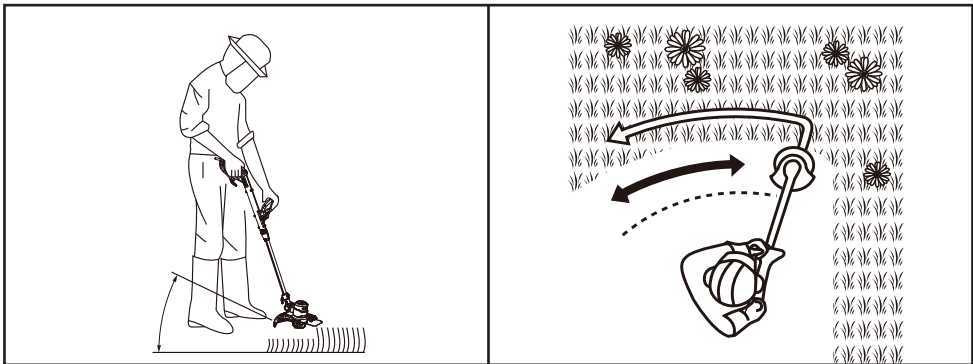

Fig. 8
- Asegúrese de que su postura es estable y sujete la máquina firmemente con ambas manos por la empuñadura superior (1) y la empuñadura auxiliar (6).
- Ajuste el ángulo de la empuñadura principal (1) a 0° para el corte.
- Mantenga el cabezal de corte (15) justo por encima del terreno formando un ángulo de aproximadamente 30° (Fig. 8).
- Mueva la máquina con un movimiento de arco definido, lento y de izquierda a derecha antes de llevarlo de nuevo a la posición inicial para recortar la siguiente zona (Fig. 8).